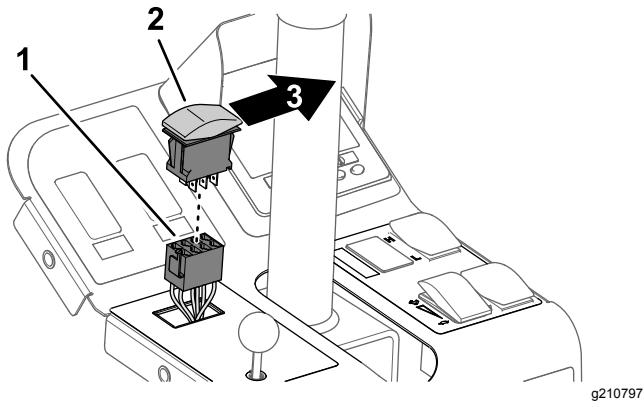

Figura 9
3. Enchufe el interruptor basculante (3 posiciones – mando de los intermitentes) en el conector hembra de 8 vías del arnés de la plataforma (Figura 9).
hasta que encaje firmemente en el panel (Figura 9).